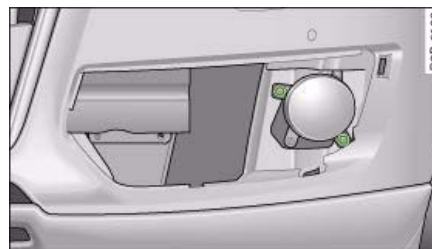

Fig. 257 Tornillos de fijación del faro antiniebla
- Quite los tornillos de fijación ⇒ *página 278*, fig. 257 y saque el faro antiniebla del parachoques.